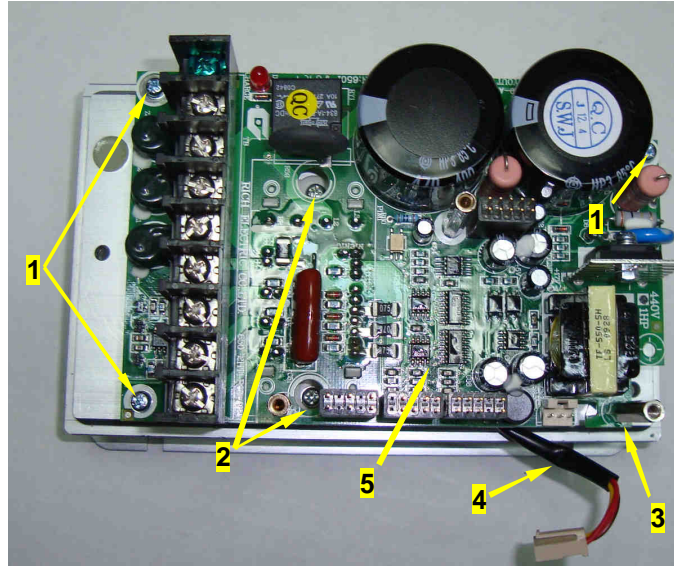

Рис. 6.12
6.7.4. Отвернуть 3 винта 1, два винта 2, стойку 3, демонтировать плату модуля IGBT с матрицей в сборе (рис. 6.12) и положить ее в тару.